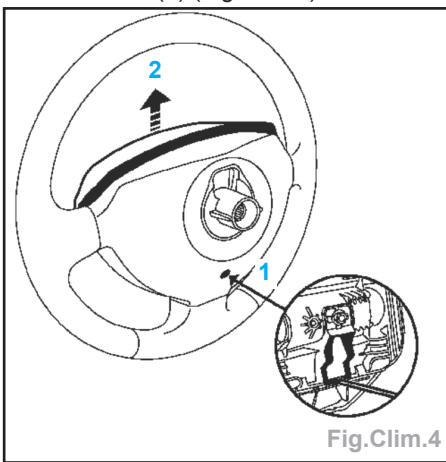

Fig.Clim.4
- Déposer le coussin d'airbag de volant. Pour cela, insérer un tournevis dans l'orifice (1) puis effectuer un mouvement vers le haut (2) (Fig.Clim.4).